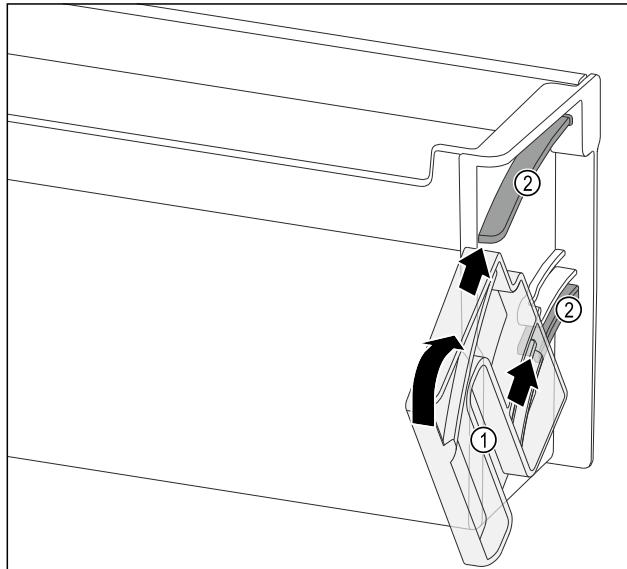

Fig. 140
- ▶ 定位旋转单元 Fig. 140 (1)，使槽正好与门边存放架的导向槽 Fig. 140 (2)相对。
- ▶ 沿指定方向转动旋转单元 Fig. 140 (1)。